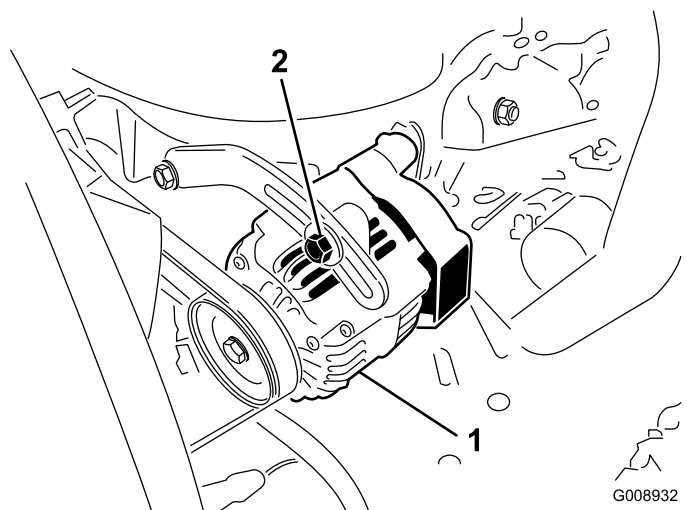

Рисунок 46
2. Если прогиб не равен 10 мм, ослабьте болты крепления генератора (Рисунок 46).